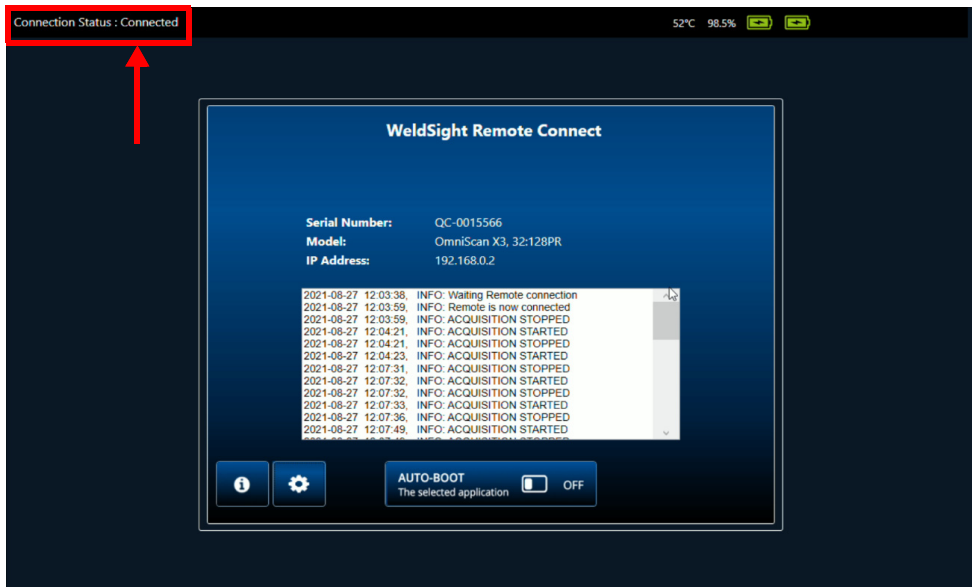

Figura 7-6 Status da conexão – Conectado
7. Se tudo for configurado corretamente, o status no WeldSight Remote Connect deve mudar de **Ready** (pronto) para **Connected** (conectado) (Figura 7-6 na página 79).